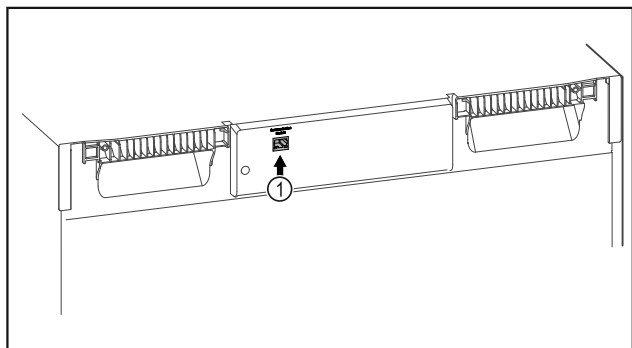

Fig. 108
- Vstavljen je SmartModule Fig. 108 (1).